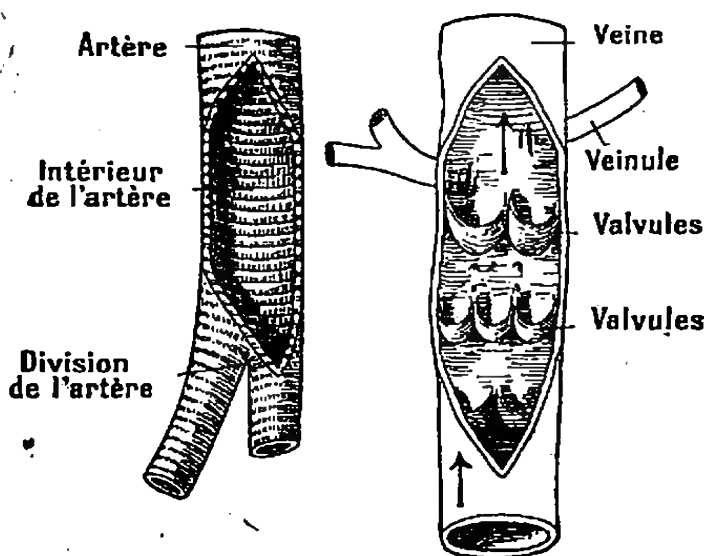
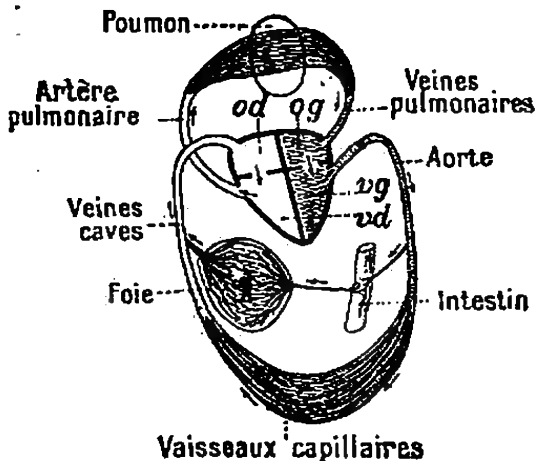

Fig. 145, 146. — Artère et veine ouvertes pour montrer l'intérieur.
Fig. 147. — La grande et la petite circulation (schéma).
4. Le sang circule dans les artères et les veines. — Les artères et les **veines** (fig. 145, 146) sont des tubes ou canaux qui partent du cœur et se ramifient dans toutes les parties du corps. Les artères les plus petites sont unies aux veines les plus fines par de petits conduits, du diamètre d'un cheveu, qu'on appelle **vaisseaux capillaires** (fig. 147).
5. Grande circulation. — Dans la grande circulation (fig. 147), le sang sort du *ventricule gauche* par l'*artère aorte* et se rend dans toutes les parties du corps. Il revient, reçoit sur sa route de nouveaux aliments digérés provenant des intestins et retourne au cœur par la *veine cave inférieure* et la *veine cave supérieure* qui le déversent dans l'*oreillette droite*.
6. Petite circulation. — De l'*oreillette droite* (fig. 147) le **sang veineux** passe dans le ventricule droit. Ce dernier le lance dans l'*artère pulmonaire*, qui le conduit dans les vaisseaux capillaires des poumons. Là, il se débarrasse de son gaz carbonique ; se charge d'oxygène et redevient *rouge clair* (Voir p. 111, § 5), puis il est amené dans l'*oreillette gauche* par les *veines pulmonaires*.